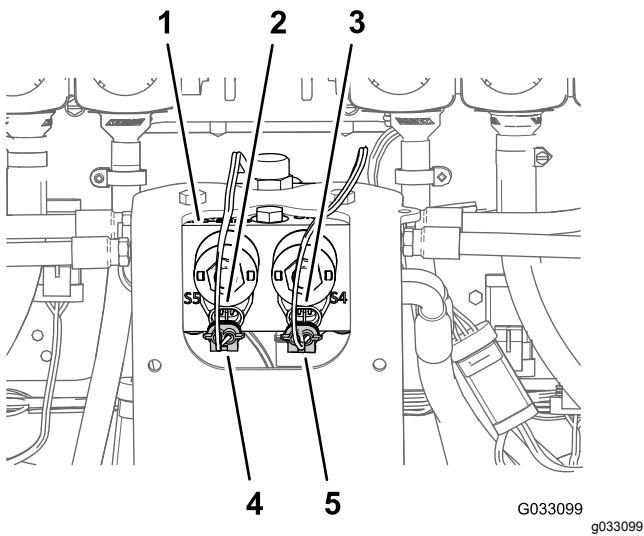

图176
1. 将超声波喷洒臂线束的2针接头连接至提升油缸阀箱右油缸启用电磁头的2针接头图176。
2. 将超声波喷洒臂线束的 2 针接头连接至提升油缸阀箱左油缸启用电磁头的 2 针接头图176。